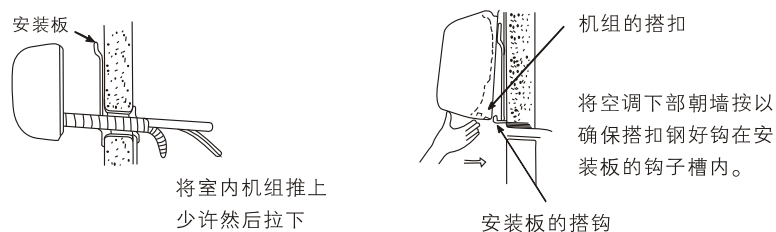

图19
- (2) 如图19所示将室内机组钩上安装板。
- (3) 把室内机组的搭扣钩在安装板上。